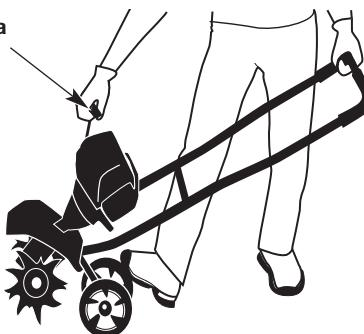

Fig. 9
ADVERTENCIA: Se debe evitar arrancar accidentalmente la unidad. A fin de evitar que se produzcan lesiones graves, el operador y la unidad deben estar en una posición estable cuando se jala la cuerda de arranque (Fig. 9).
ADVERTENCIA: Los dientes pueden girar durante el proceso de arranque. Siempre párese en la posición de arranque. Utilice un pie para mantener las ruedas en su lugar. Incline la unidad ligeramente hacia atrás para separar los dientes del suelo (Fig. 9).
2. Párese en la posición de arranque (Fig. 9). Sujete firmemente la barra de control con una mano. Sostenga la cuerda de arranque con la otra mano. Use el pie para aguantar las ruedas.
3. Incline la unidad ligeramente hacia atrás para separar los dientes del suelo (Fig. 9).
5. Siga sosteniendo oprimido el control del acelerador. Tire de la cuerda de arranque con un movimiento controlado y firme hasta que arranque la unidad (Fig. 9).